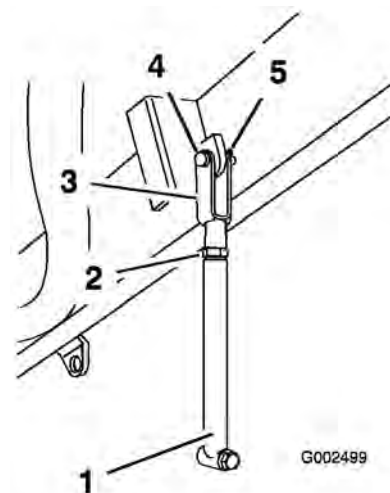

図 14
5. プロップロッド・アセンブリを取り付ける：クレビスピンとコッターピンを使って、ヨーク部をタンク台フレームの左後ろの内側に固定する（図 14）。